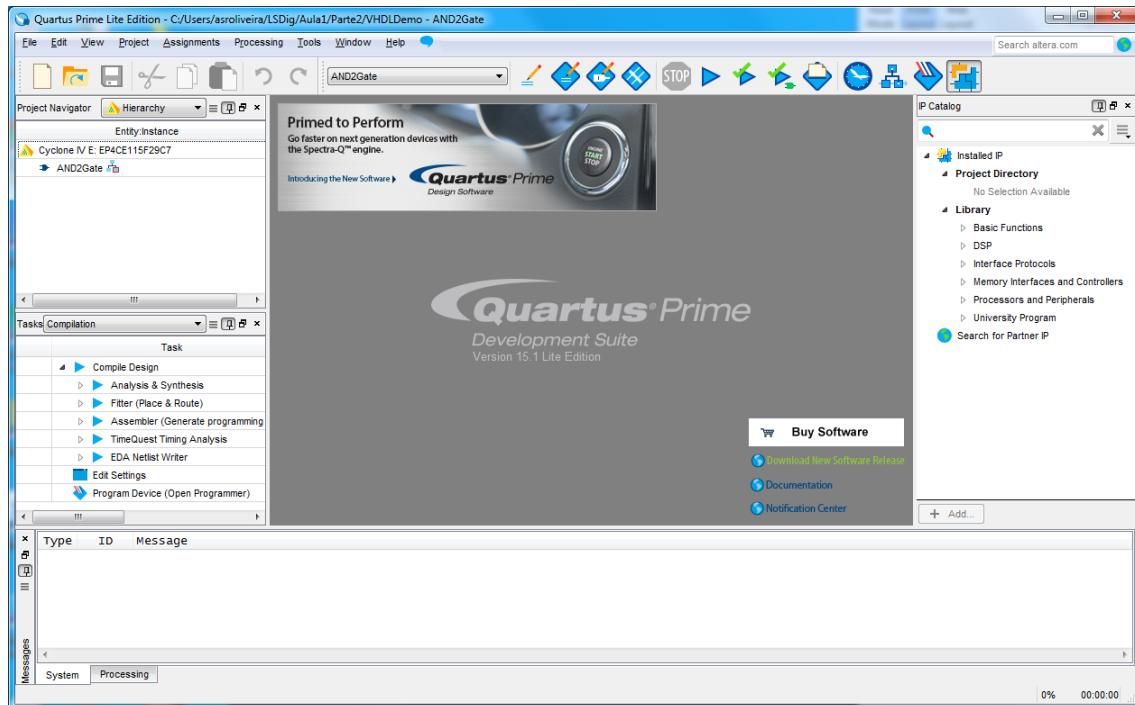

Figura 32 – “Quartus Prime” IDE após a criação do projeto.
- Após premir “Finish” o IDE “Quartus Prime” deve apresentar o aspeto da Figura 32.